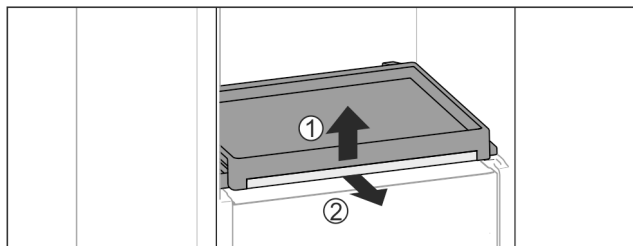

Fig. 31
- ▶ Вынуть выдвижную панель со стеклянной панелью: Слегка приподнимите спереди стеклянную полку Fig. 31 (1) и потяните вперед Fig. 31 (2).